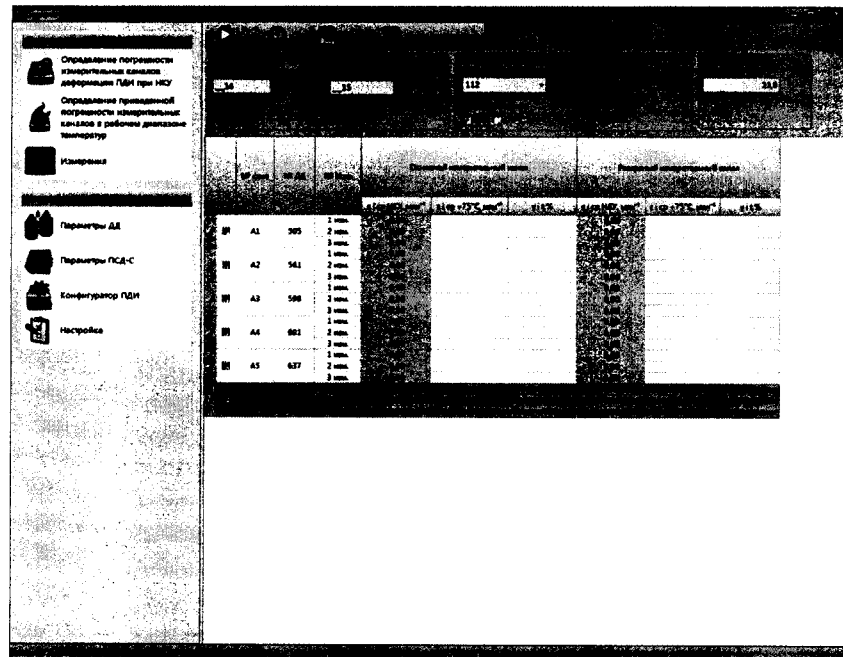
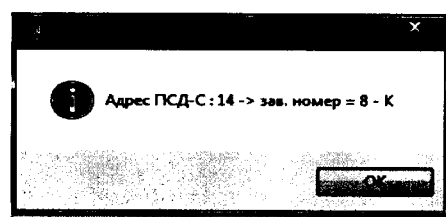

Рис. 30 – Задача «Определение приведенной погрешности измерительных каналов деформации в рабочем диапазоне температур»
Рис. 31 – Окно адреса ПСД-С
4.6.9 На экране главного окна программы «Поверка ПДИ» на панели задач нажать кнопку с названием «Определение погрешности измерительных каналов в рабочем диапазоне температур» (рис. 2), после чего на экране появится выбранная задача (рис. 30).
Произвести настройку параметров определения приведенной погрешности измерительных каналов в рабочем диапазоне температур. Выбрать режим измерения, в котором они будут производиться – «НКУ». При выборе режима НКУ в поле "Режим измерения" происходит изменение цвета столбца (рис. 30), данное изменение указывает на столбцы, в которых будет производиться отображение результатов измерения. В поле "Температура НКУ" ввести значение температуры окружающего воздуха в лаборатории, где проводится поверка. Далее следует выбрать ПДИ из выпадающего списка. "Адрес основного" и "Адрес резервного" канала введутся автоматически при выборе ПДИ. Если адреса не ввелись автоматически или не соответствуют номеру ПСД-С, выбранного ПДИ, то следует ввести их вручную. Следует выбрать ДД, по которым будут производиться измерения, отметив их галочкой напротив номера ДД  (рис. 30).
Для проверки правильности проделанных установок, нужно нажать на кнопку «Тест» «Основного канала», расположенную рядом с выбранным ранее адресом ПСД-С (рис. 30). Если установки проведены правильно, то на экране появится сообщение с адресом ПСД-С (рис. 31).